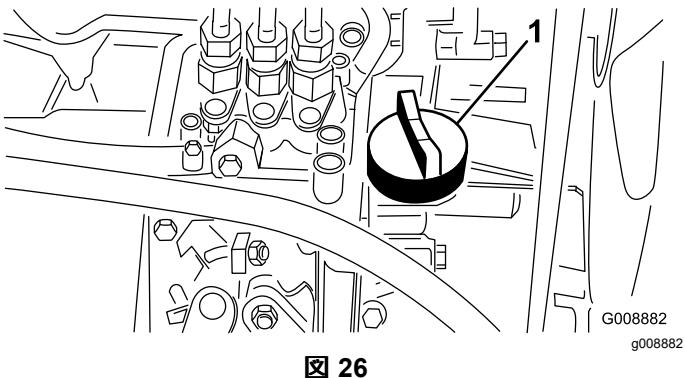

図 26
4. 不足していれば補給口キャップ図 26をとり、ディップスティックのFull 位置まで少量ずつオイル